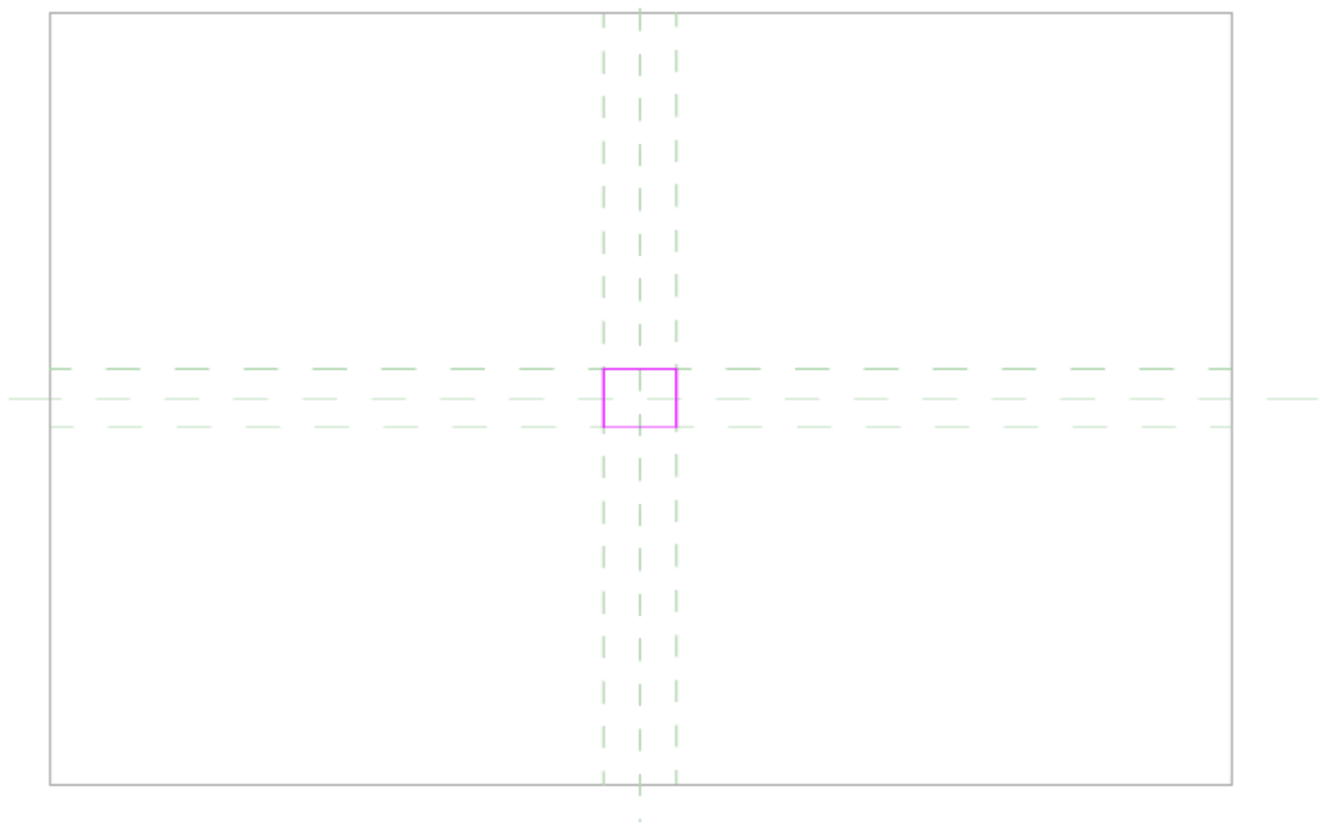

图 12.4.10 创建矩形实心形状
(3) 创建水簸箕底板。选择“创建”→“拉伸”→“矩形”命令，绘制出如图 12.4.10 所示的矩形。